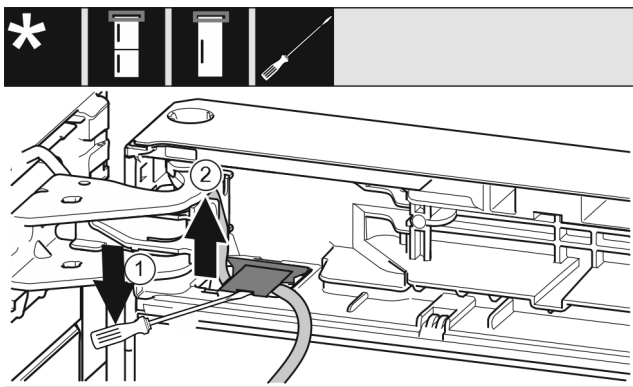

Fig. 21
- Mit dem Schlitzschraubendreher die Abdeckung anheben und herausziehen. Fig. 21 (1)
- Das Kabel herausziehen. Fig. 21 (2)